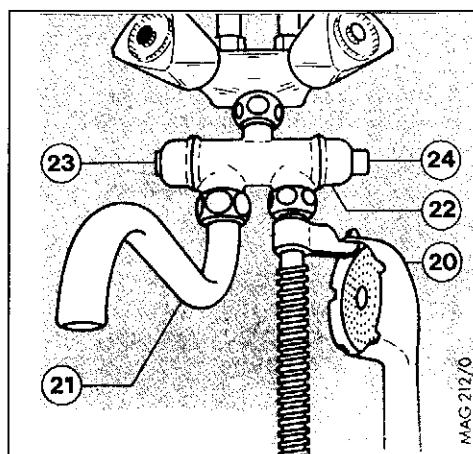

Рис. 4.4 Пользование ручным душем
4.4 Пользование ручным душем (рис. 4.4)